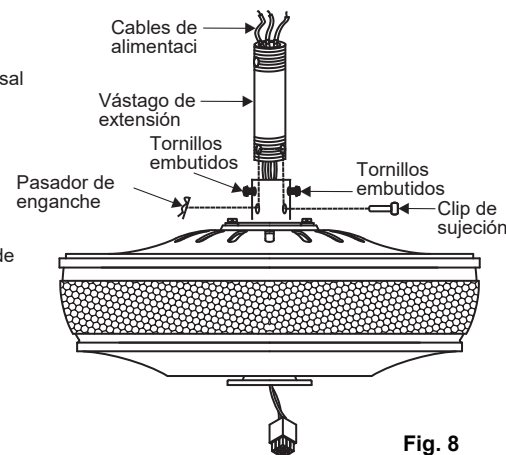

Fig. 8
Paso 6. Afloje los dos tornillos y retire el pasador de enganche y el clip de sujeción del acoplamiento en la parte superior del ensamblaje del motor. (Fig. 8)
Paso 7. Inserte con cuidado los cables eléctricos desde el ventilador hacia arriba a través del vástago de extensión. Enrosque el vástago de extensión en el acoplamiento hasta que los orificios del pasador de enganche estén alineados. Luego, vuelva a colocar el pasador de enganche y el clip de sujeción. Ajuste ambos tornillos embutidos. (Fig. 8)